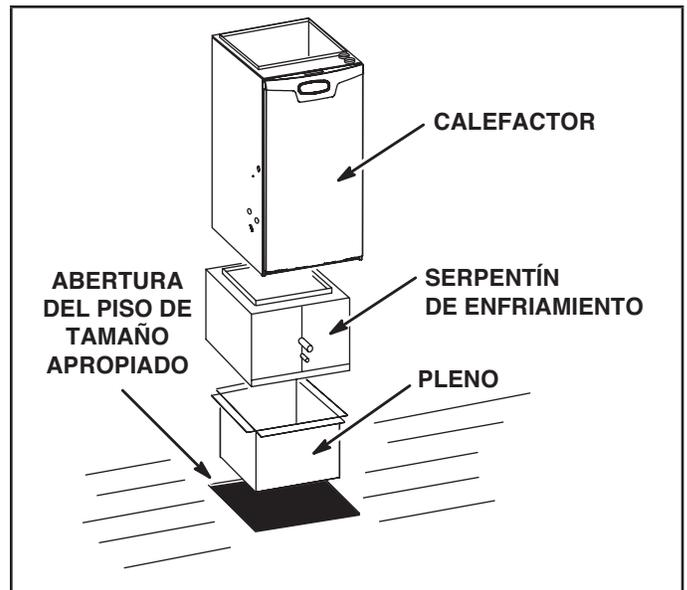

FIGURA 16
**Instalación en el gabinete del serpentín de enfriamiento FIGURA 16**